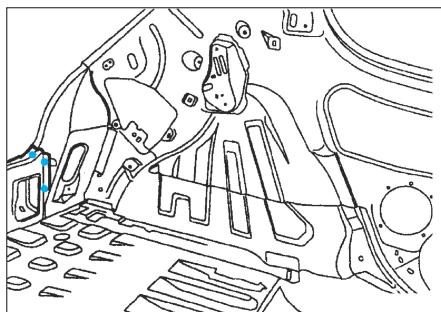

FIG. 146
- Souder par points électriques (avec l'équipement BA1) (Fig.146),